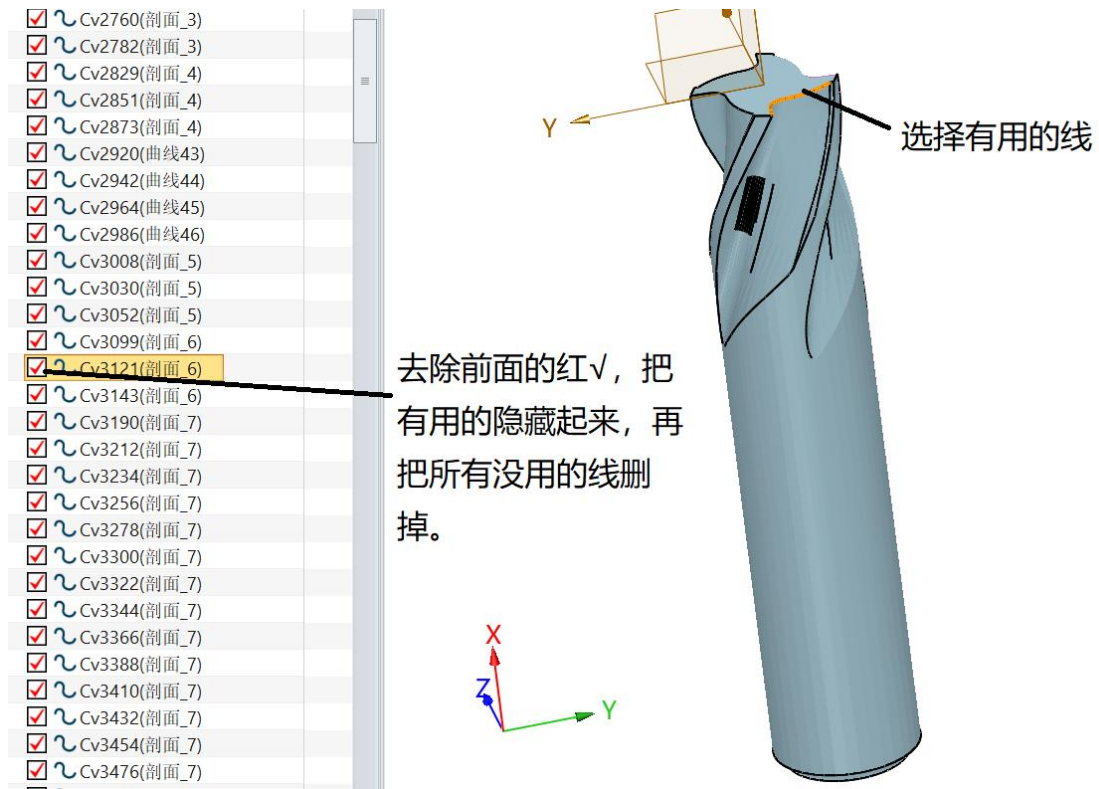

图 10-4 留住有用的线
(2) 留住有用的线框，去除没用的线，如图 10-4 所示。